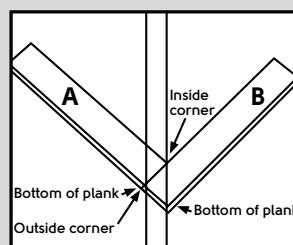

Fig. 5
- Dit is de starthoek. Opmerking: Langs alle wanden of opstaande randen moeten afstandshouders van 5 mm worden gebruikt (Fig. 5).
- Lijn de rand van de buitenhoek van plank 'A' uit met de binnenhoek op de andere lijn (Fig. 5).